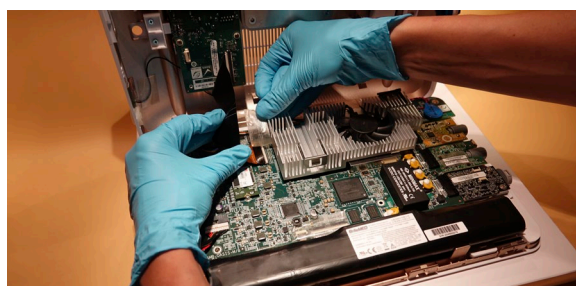

Figura 10: Apertura de la carcasa trasera con cuidado y retirada de la cinta adhesiva si fuera necesario
i) Retire la cinta adhesiva (Figura 10)